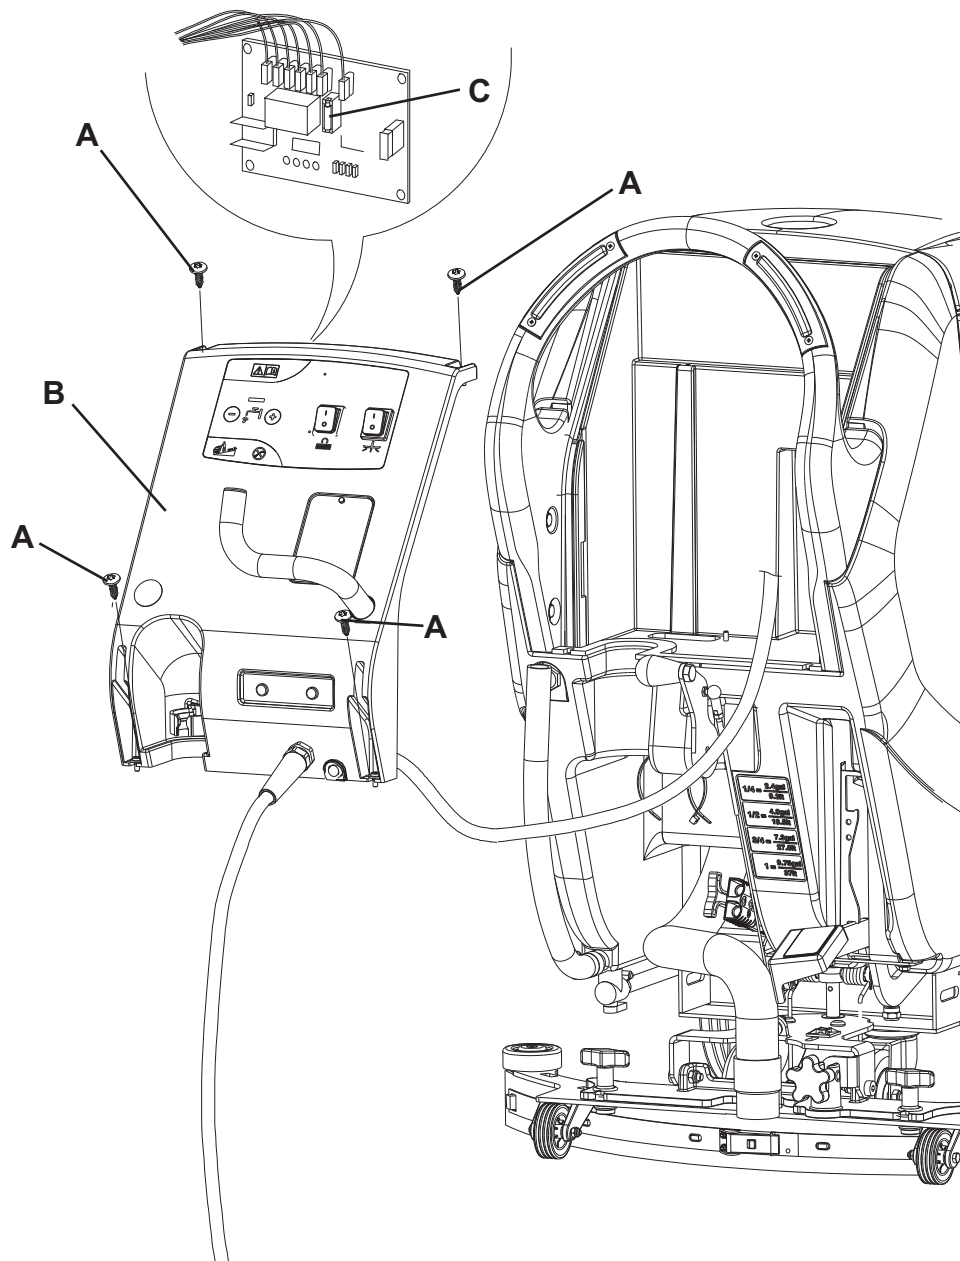

Abbildung 6
1. Das Netzkabel (3) vom Stromnetz trennen ohne ihn auf den Halter (4) aufzuwickeln.
2. Schmutzwasserablassrohr (12) verschieben.
3. Das Netzkabel (3) von dem Halter (4) entfernen.
4. Die Schrauben (A, Abb. 6) entfernen und vorsichtig die Tafel (B) verschieben.